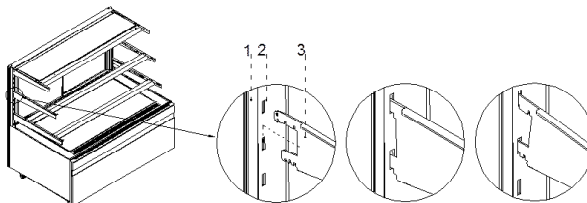

Abb.3 Befestigung der Haken am Gestell
- 1 - die Haken samt Beleuchtung am Gestell montieren Abb. 3 (S. 25)